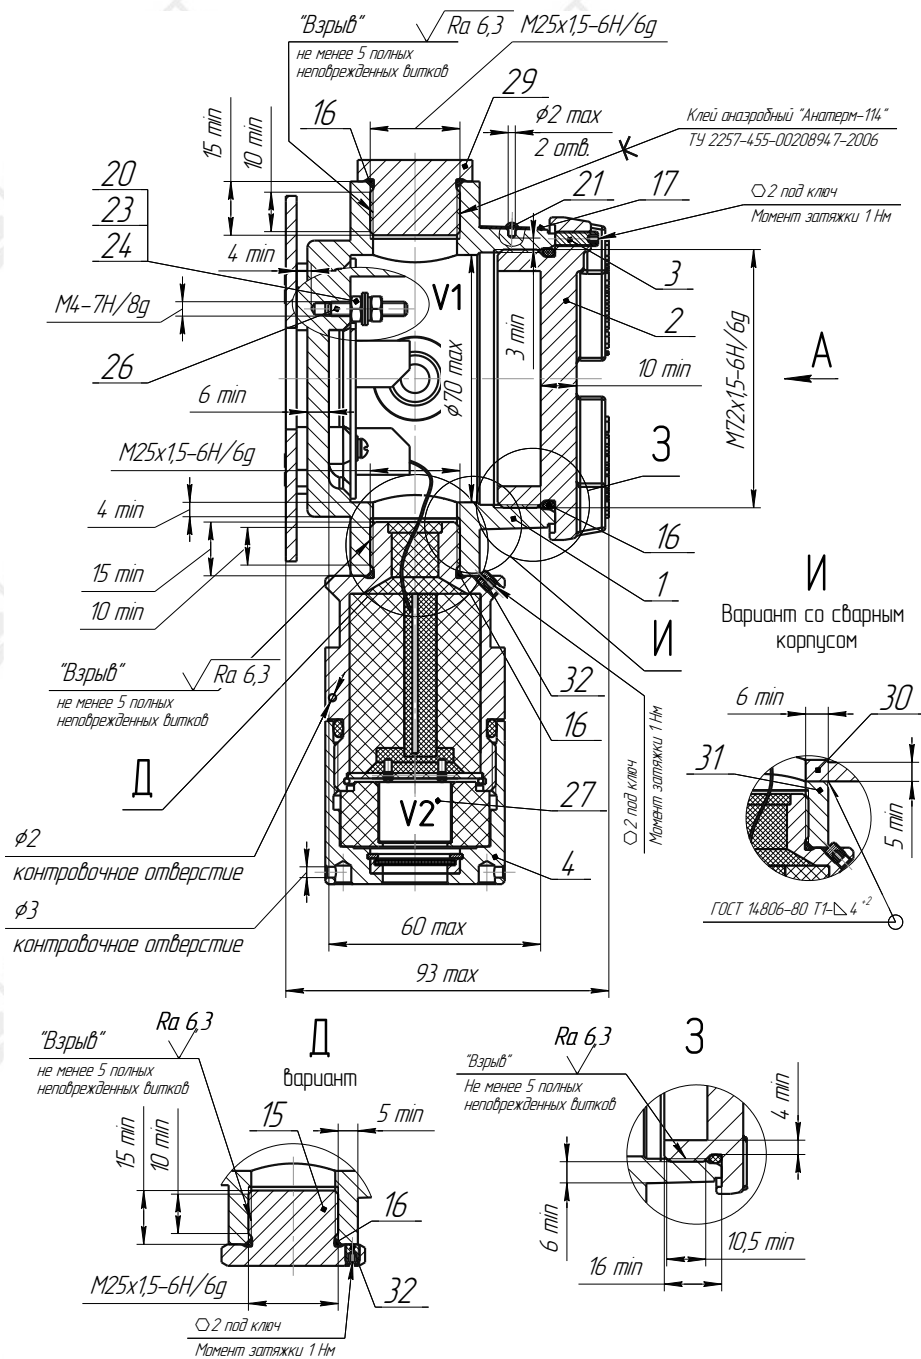

Рисунок 1.4 (лист 1 из 5) - Чертеж средств взрывозащиты
1.8.10 Газосигнализатор варианта исполнения с КСВЗ имеет в составе комплекта монтажных частей заглушку СЕНС.713212.001 с винтом М4х5 А2 DIN 913 и кольцо 024-027-19-2 ГОСТ 9833-73, предназначенные для установки (заглушивания) в монтажное отверстие на время снятия датчика газа 4 (см. рисунок 1.4), для прохождения технического обслуживания (поверки).